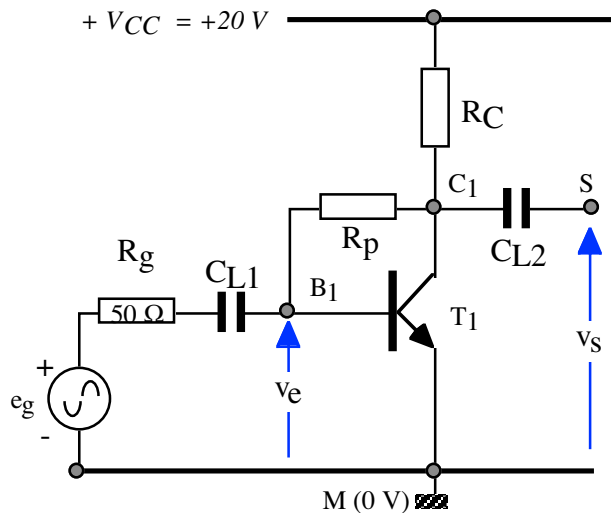
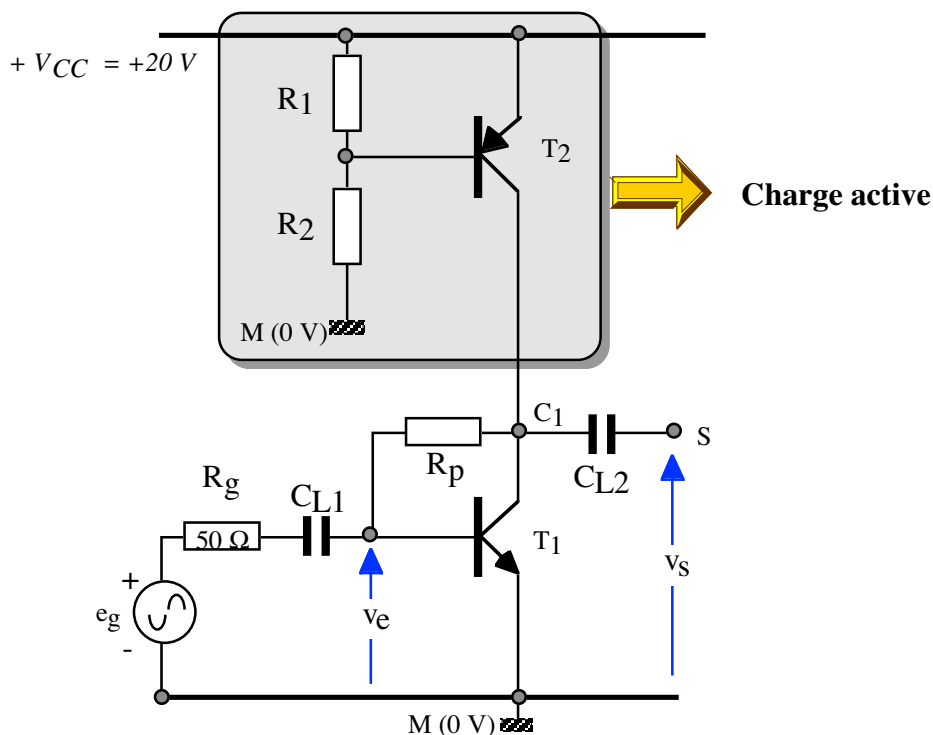

Figure 1
Figure 2
On donne en figure 1 le schéma d'un amplificateur émetteur commun à $T = 25^\circ\text{C}$, alimenté par une tension V_{CC} de 20V, dans lequel le transistor NPN T_1 possède, grâce à une valeur convenable de la résistance de polarisation R_p , un point de repos centré sur sa droite de charge.
Le concepteur estime que le gain en tension à vide du montage de la figure 1 est insuffisant pour l'inclure dans son montage électronique. Il modifie donc le schéma en enlevant la résistance R_C qui est remplacée par un transistor PNP T_2 qui constitue alors une "charge active" dont on va analyser les propriétés (figure 2).
10. Dessiner le schéma équivalent aux petites variations et aux fréquences moyennes du dipôle constitué exclusivement par le transistor T_2 et ses résistances R_1 et R_2 (partie encadrée du schéma de la figure 2).